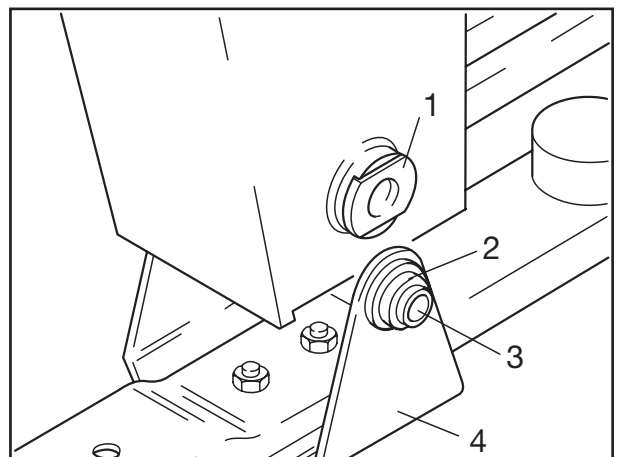

Fig. 3
- [4] Hebearm (Fig. 3/4) so weit hochheben, bis die Bohrungen für den Federbolzen fluchten. Scheibe (Fig. 3/1) in die geschlitzten Buchsen der Stütze einschieben. Kunststoffbuchsen (Fig. 3/2) und Distanzbuchsen (Fig 3/3) auf beiden Seiten in den Hebearm einsetzen.
-  Bei Ausführung mit Vierkant-Verdrehsicherung entfällt beidseitig die Scheibe (Fig. 3/1).
- [4] Raise lift arm (Fig. 3/4) far enough for the holes for the spring pivot bolt to be aligned.
Insert washer (Fig. 3/1) into the slotted bushes of the hanger bracket.
Insert plastic bushes (Fig. 3/2) and spacer bushes (Fig. 3/3) into the lift arm on both sides.
-  The washer (Fig. 3/1) is not used on either side in the version with a square anti-rotation lock.
- [4] Remonter le palonnier (fig. 3/4) jusqu'à ce que les trous de passage du boulon de ressort coïncident.
Introduire la rondelle plate (fig. 3/1) dans les douilles fendues de la main.
Installer les douilles en plastique (fig. 3/2) et les douilles d'écartement (fig. 3/3) des deux côtés du palonnier.
-  Pour la version avec sécurité de rotation carrée de l'axe de ressort la rondelle est supprimée des deux côtés. (Fig. 3/1).